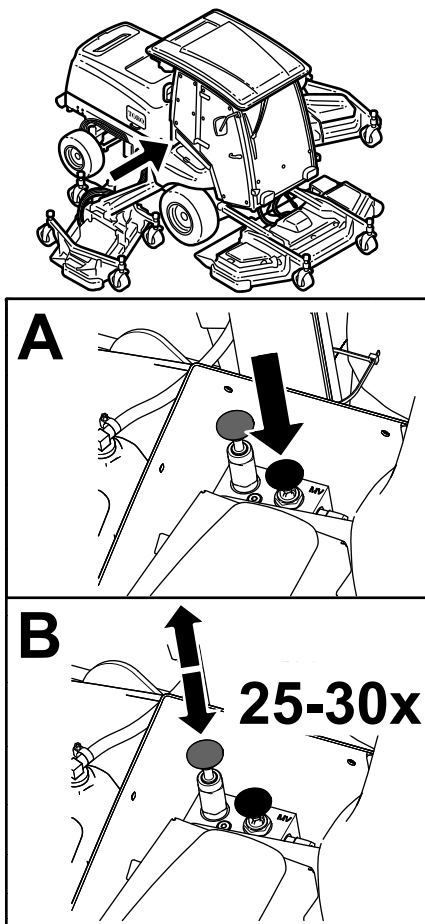

Figura 39
1. Válvula de desvío (2)
4. Quite manualmente el freno de estacionamiento automático usando la válvula de desvío y el émbolo, según se muestra en Figura 39.